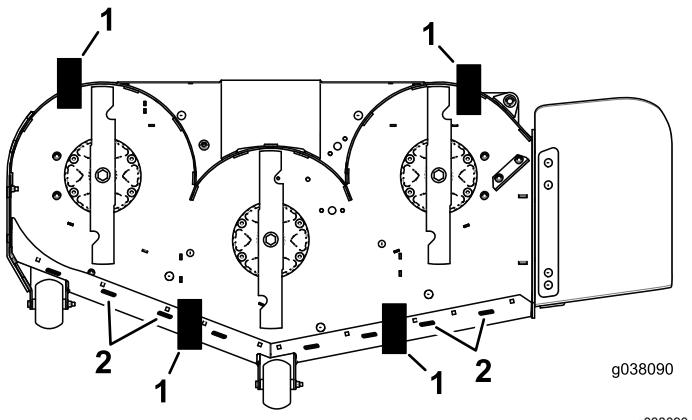

Figura 86
11. Coloque 2 bloques (ver Altura de bloque y soporte) debajo del borde trasero del faldón de la carcasa de corte, uno en cada lado de la carcasa de corte (Figura 86).